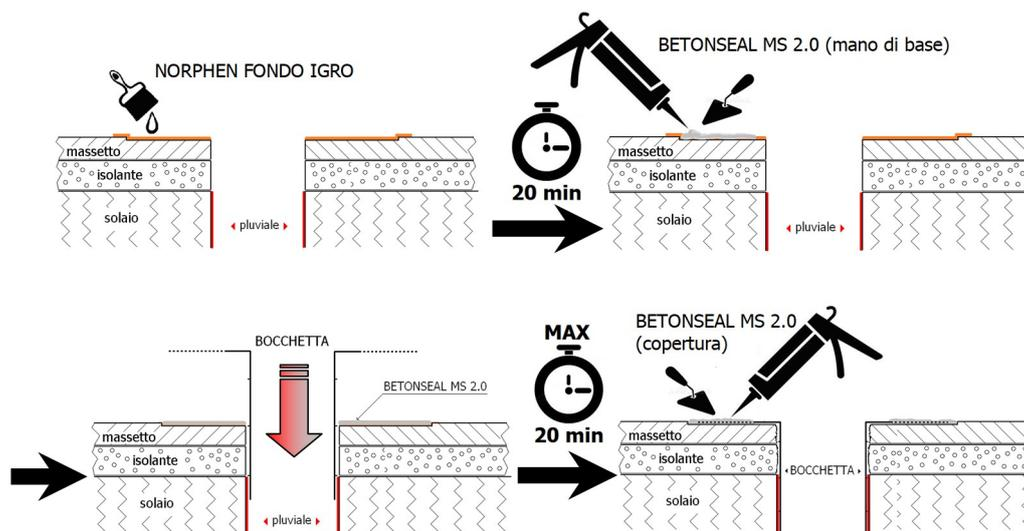

Fig. 4: installazione della bocchetta e sigillatura
► Posa e sigillatura della bocchetta (vedi Fig. 4)